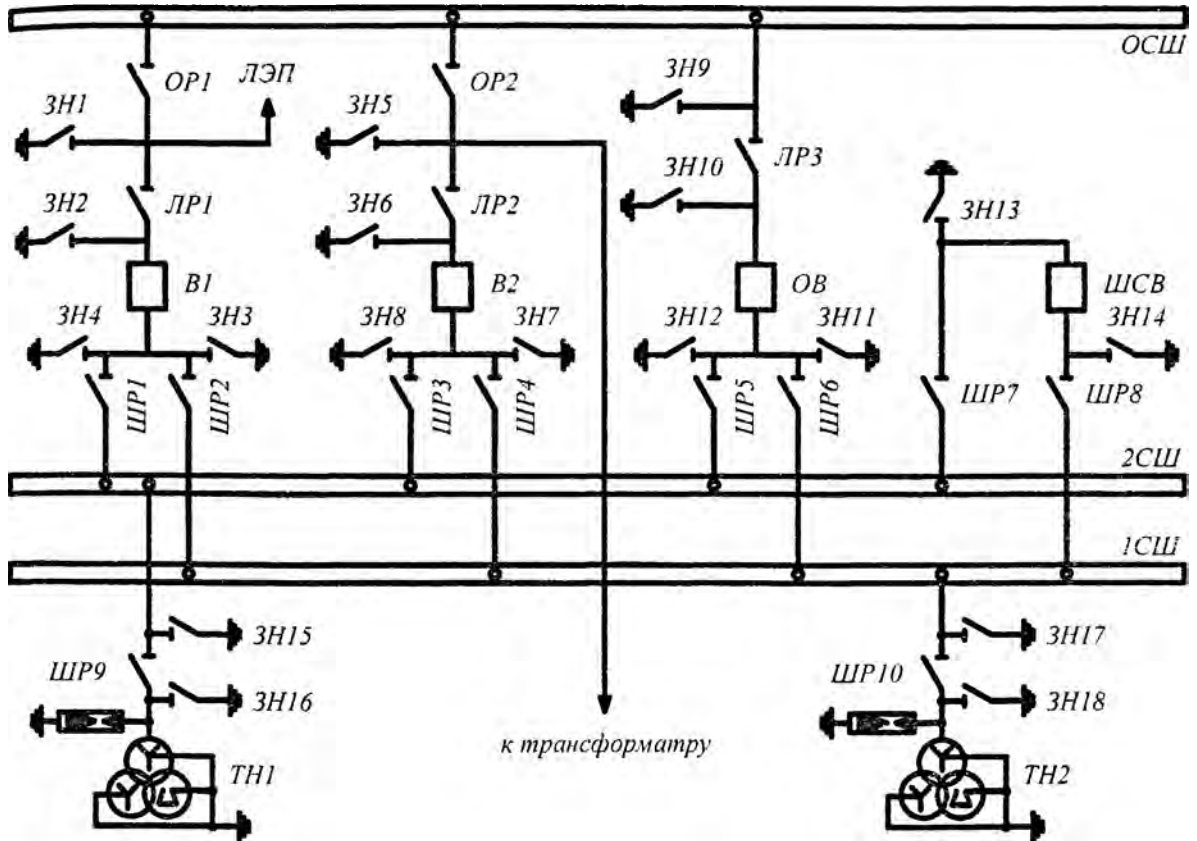

Рисунок 4. Двойная система шин с обходной
– двойная система шин с обходной (рисунок 4).